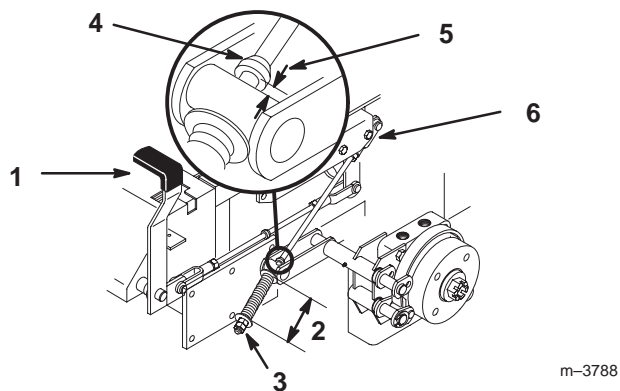

Figure 45
2. Mesurez la longueur du ressort. Les rondelles doivent être distantes de 70 mm (Fig. 45).
3. Si un réglage est requis, desserrez l'écrou de blocage situé sous le ressort et serrez l'écrou directement au-dessous de la chape (Fig. 45). Vissez l'écrou jusqu'à ce que le ressort ait la longueur voulue. Serrez les deux écrous ensemble et répétez la procédure de l'autre côté de la machine.
- A. Mesurez la distance entre le galet de tourillon et le collier sur la tige de frein. Elle doit être comprise entre 5 et 7 mm (Fig. 45).
6. Si un réglage est requis, desserrez l'écrou de blocage situé juste au-dessous de la chape. Tournez la tige inférieure jusqu'à obtention de l'écart voulu (Fig. 45). Serrez l'écrou de blocage à la chape.